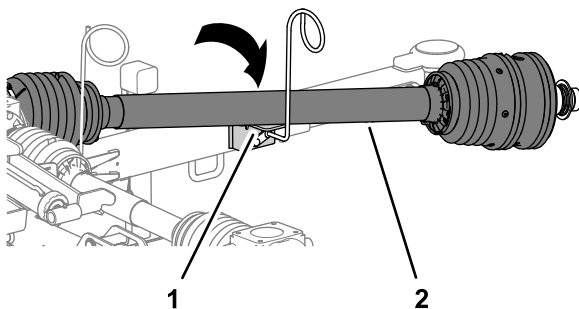

Figure 9
- Placez l'arbre d'entraînement de la PDF sur l'appui prévu à cet effet sur le guide-flexible (Figure 9).